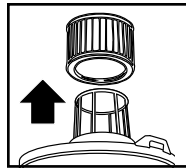

FIGURE 8
15. Glissez la cartouche filtrante à l'extérieur du support de couvercle. **FIGURE 8.**